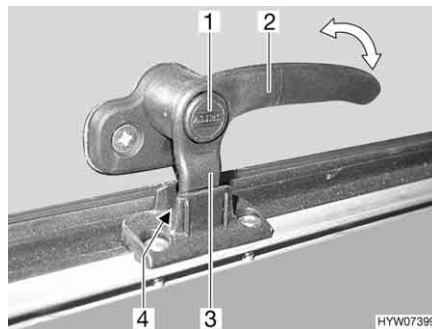
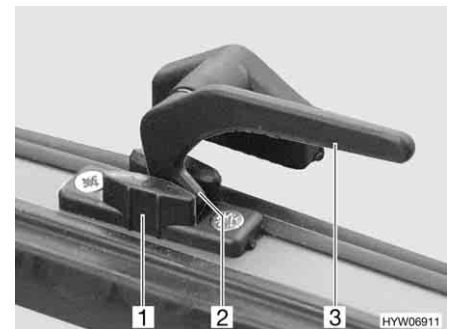

Bild 75 Verriegelungshebel mit Sicherungsknopf in Stellung "Dauerbelüftung"
Bild 76 Verriegelungshebel in Stellung "Dauerbelüftung"
- in Stellung "Dauerbelüftung" (Bild 75 und Bild 76)
- Wenn vorhanden, Sicherungsknopf (Bild 75,1) drücken und gedrückt halten.
- Alle Verriegelungshebel (Bild 75,2 oder Bild 76,3) eine viertel Umdrehung zur Haubenmitte hin drehen.
- Alle Verriegelungshebel wieder zurückdrehen. Die Verriegelungsnase (Bild 75,3 oder Bild 76,2) dabei in die Aussparung der Haubenverriegelung (Bild 75,4 oder Bild 76,1) einfahren.